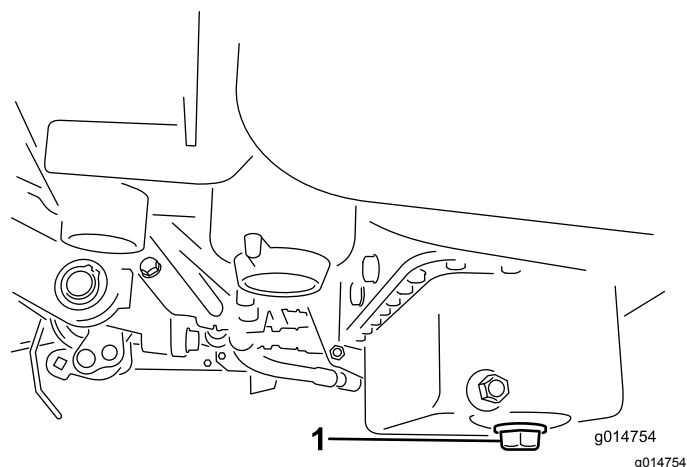

Figure 28
1. Retirez le bouchon de vidange et laissez couler l'huile dans un bac de vidange. Remettez le bouchon quand la vidange est terminée (Figure 28).